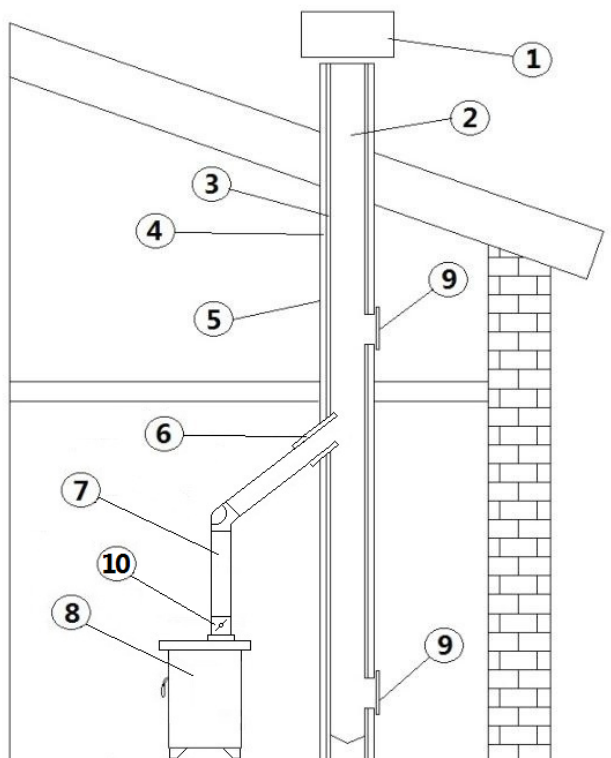

Fig. 4 - Componentes da chaminé
- Recomenda-se um chapéu anti-vento, ver **Fig. 4** pág. 27.
- Conduto de evacuação de fumos externo realizado exclusivamente com tubos inox isolados, isto é, com dupla parede de no mínimo Ø150 mm: estrutura bem fixada à parede. Com chapéu antivento (ver **Fig. 4 pág. 27**).